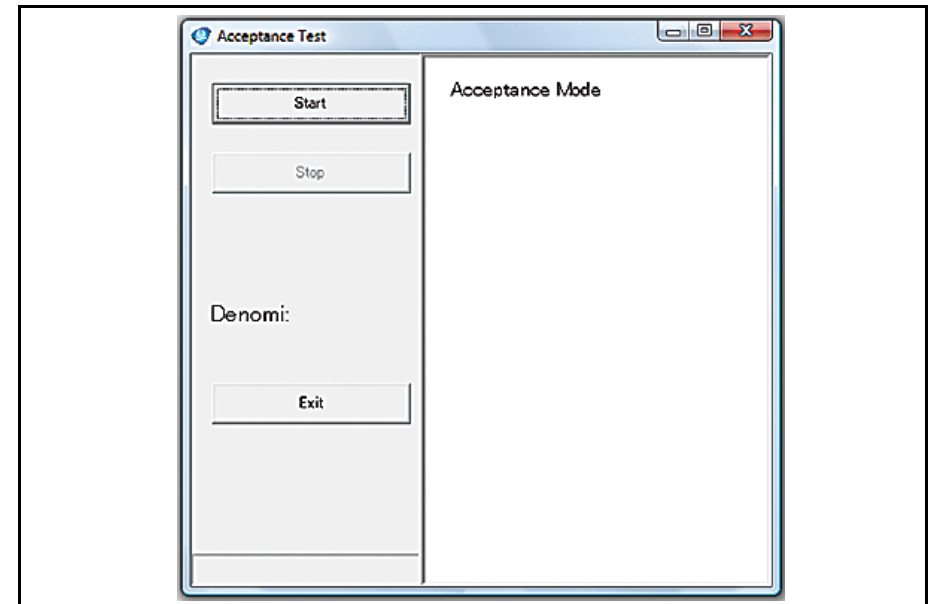

Figura 5 Típica pantalla de la prueba de aceptación
7. Ejecute la Accept Mode Test (Prueba del modo de aceptación) (aceptación de billetes). Aparecerá la pantalla que se muestra en la Figura 5.